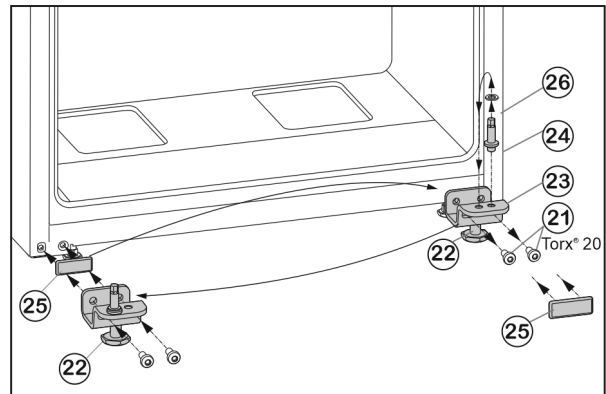

Fig. 7
- ▶ Открутите крепежные винты Fig. 7 (21).
- ▶ Снимите нижний опорный кронштейн Fig. 7 (23) вместе с опорным пальцем Fig. 7 (24), шайбой Fig. 7 (26) и регулируемой опорой Fig. 7 (22).
- ▶ Открутите опорный палец Fig. 7 (24) вместе с шайбой Fig. 7 (26) и, переставив в отверстие на противоположной стороне опорного кронштейна, снова прикрутите.
- ▶ Аккуратно снимите защитную пластину Fig. 7 (25) и переставьте ее на противоположную сторону.
- ▶ Прикрутите нижний опорный кронштейн Fig. 7 (23) вместе с опорным пальцем Fig. 7 (24), шайбой Fig. 7 (26) и регулируемой опорой Fig. 7 (22) с другой стороны шарнира (с моментом 4 Нм), при необходимости используйте аккумуляторный шурупверт.
- ▶ Установите нижнюю дверцу сверху на опорный палец Fig. 7 (24).
- ▶ Вставьте средний опорный кронштейн (13) с поворотом на 180° в нижнюю дверцу и прикрутите с помощью крепежных винтов (11) (2 шт. Torx® 20) на новую сторону шарнира (с моментом 4 Нм).
- ▶ Снова установите пластиковую шайбу (10).
- ▶ Выверните регулируемую опору Fig. 7 (22) на нижнем опорном кронштейне Fig. 7 (23) до ее соприкосновения с полом.